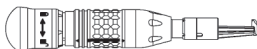

Figura 5
1. Segurar firmemente no manípulo com uma mão e com a outra mão empurrar e rodar a manga de libertação do acessório de ligação até que a seta fique alinhada com o símbolo desbloquear (Figura 5).